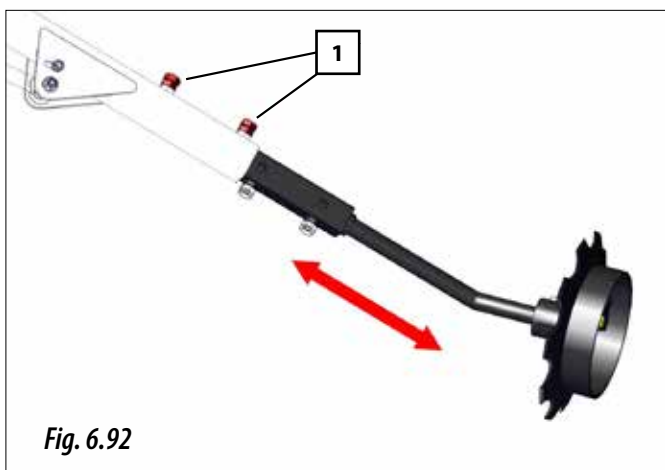

Fig. 6.92
- 1- Ajustar la longitud del primer tramo del trazador, para ello, aflojar las 2 tuercas y tornillos (1, Fig. 6.92), posteriormente volver apretar el tornillo y la contratuerca.